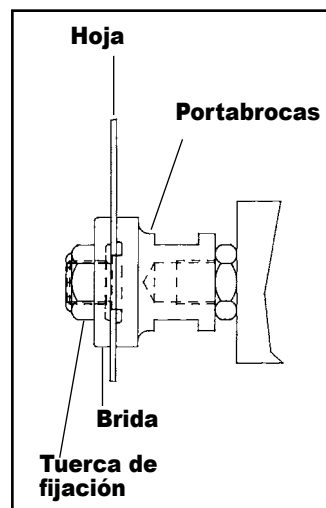

FIG. 2
- a. Portabrocas estándar - Instale la hoja en el reborde del portabrocas de $\frac{5}{8}$ de diámetro (Fig. 2). Instale la brida con el lado rebajado hacia la hoja y el tornillo